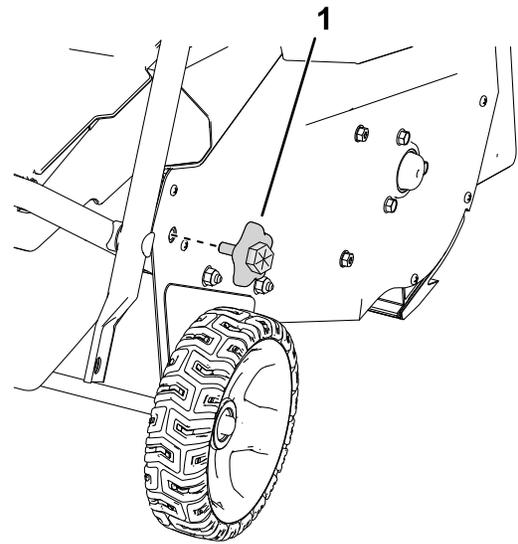

Figura 4
4. Remova os manípulos da pega inferior de ambos os lados da máquina (Figura 4).